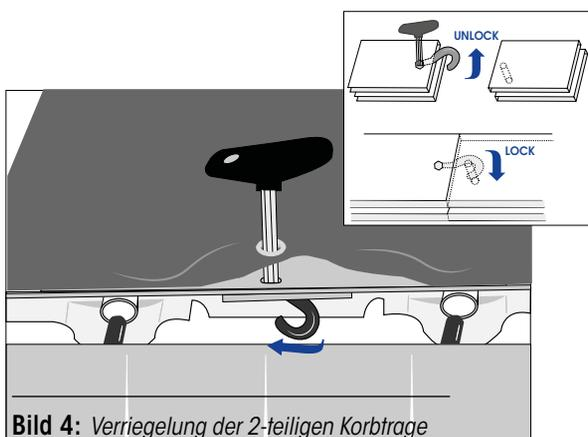

Bild 4: Verriegelung der 2-teiligen Korbtrage
2. Verriegeln Sie den zentralen Verschluss bis zum Anschlag mittels des mitgelieferten Inbusschlüssels (Bild 4). Dieser ist in einer integrierten Tasche an einem der mitgelieferten Patientenrückhaltegurte verstaut.